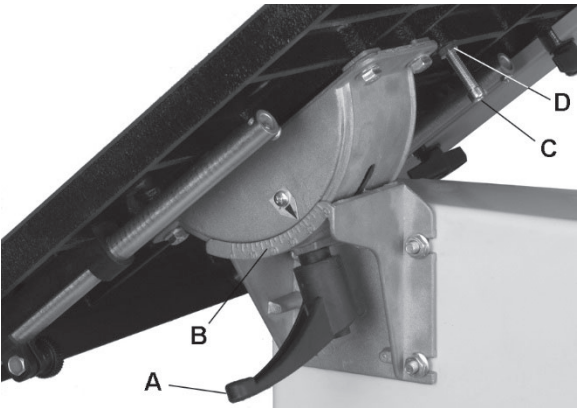

Рисунок 9
ПРИМЕЧАНИЕ: Ручка замка (А, рис. 9) регулируется - потяните за ручку вниз и поверните на штифте. Отпустите ручку, убедившись, что она снова установлена на штифт.
Упор стола (С, рисунок 9) обычно устанавливается таким образом, чтобы стол поворачивался под углом 90° (перпендикулярно) к лезвию.
2. Ослабьте фиксатор (А, рис. 9); затем наклоните стол вниз, уперев его в упор (С, рис. 9).
4. Если необходима регулировка, наклоните стол вверх до упора для доступа к столу (С, рис. 9).
5. Ослабьте стопорную гайку (D, рис. 9) и поверните упор стола поднимите или опустите ограничитель.
- Для уменьшения наклона влево до 5° необходимо дополнительно отрегулировать упор стола (С, рис. 9)